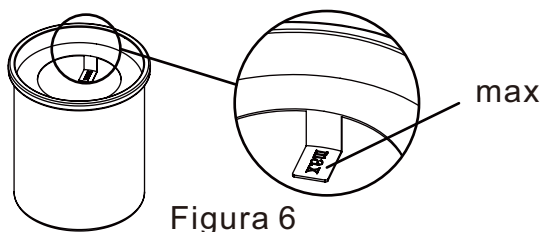

Figura 6
- No llene el recipiente del quemador por encima del indicador de "máx." (consulte la figura 6).